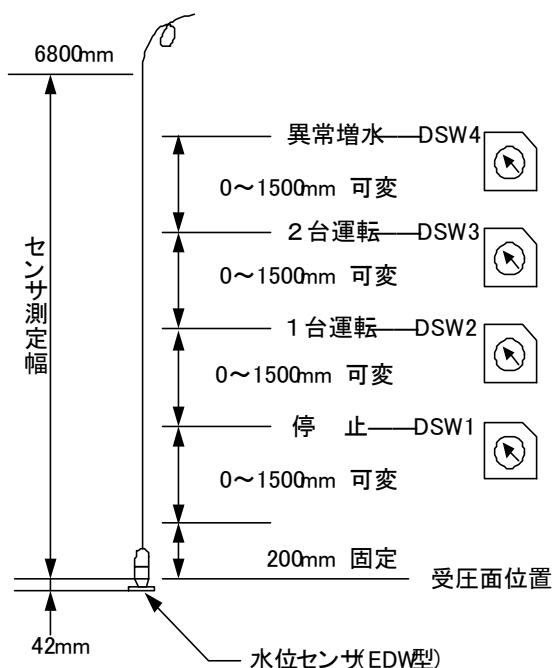

図 2. 水位センサ接続時の水位設定方法
②水位センサによる水位制御方式
(1) JP1 をニッパー等でカット(開放)して下さい。その場合、他の部品や基板が傷付かないよう、十分にご注意ください。
(2) 各制御水位幅を、コントロール基板上の DSW(ディップスイッチ)1~4 の目盛りを、可変して設定します。水位設定方法は図2をご参照ください。